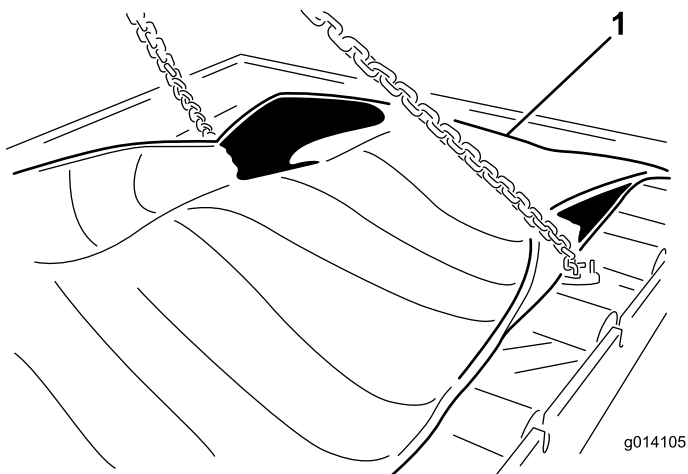

Figura 48
23. Retire os 24 parafusos para libertar o cartucho (Figura 48).